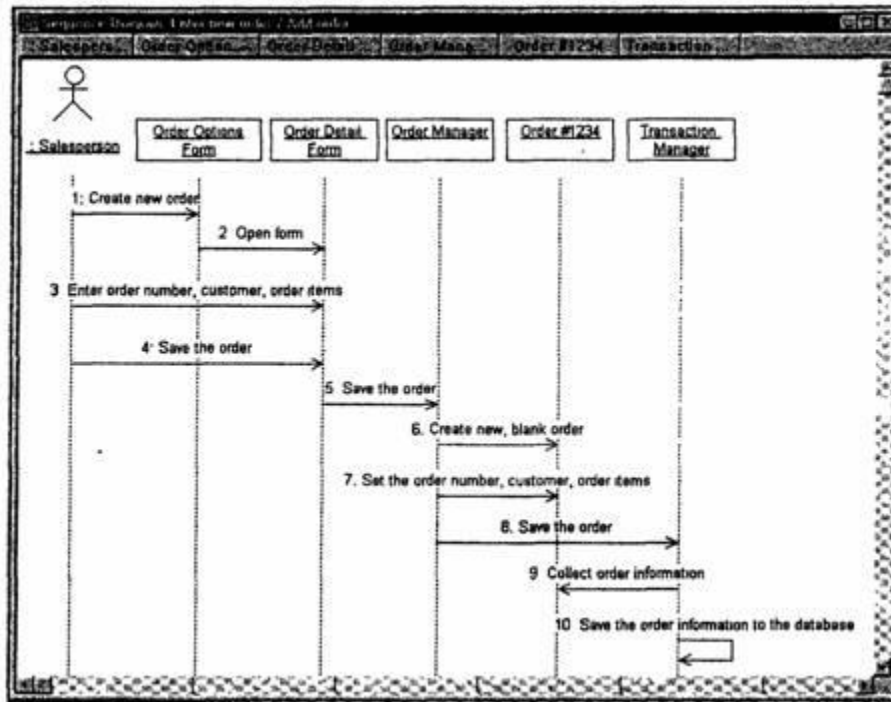

Рис. 3 — Диаграмма Последовательности с новыми объектами
- Теперь диаграмма Последовательности должна выглядеть, как показано на рис. 3.